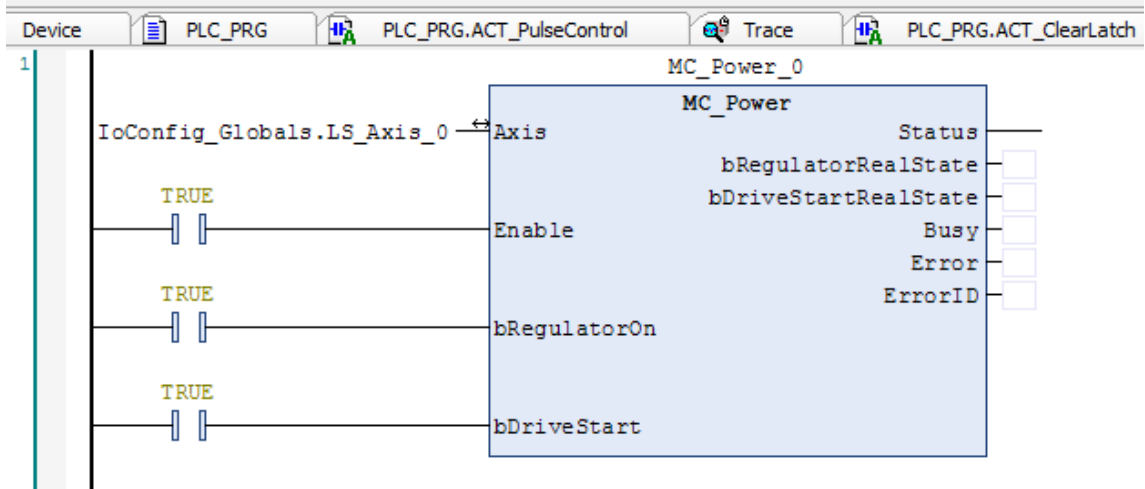

图 9.44 上电模块 Power
3) 按照步骤 2 的方法依次添加上电模块 Power、相对运动模块 RelativeMove、高速锁存模块 ACT\_HighSpeedLatch，并填写相应的参数，如图 9.44~9.48。